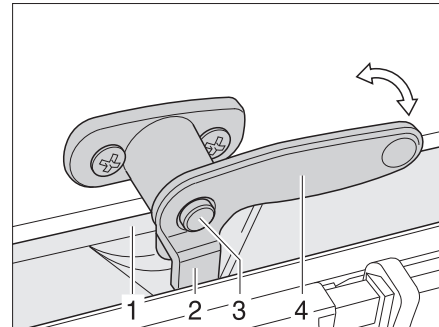

Bild 74 Verriegelungshebel mit Sicherungsknopf in Stellung "geschlossen"
- Falls vorhanden, den Sicherungsknopf (Bild 74,3) drücken und gedrückt halten.